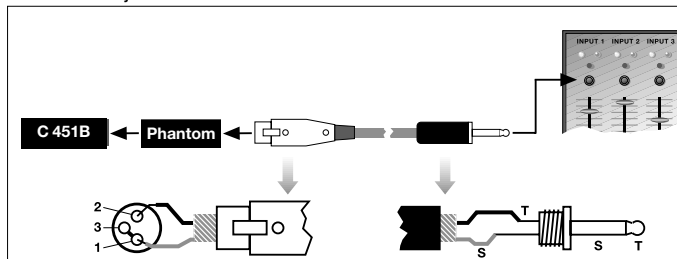

Fig. 2: Conexión a una entrada no balanceada.
1. Una mediante un puente de alambre la espiga 1 del conector XLR con la espiga 3 y con la pantalla del cable. Ver fig. 2.